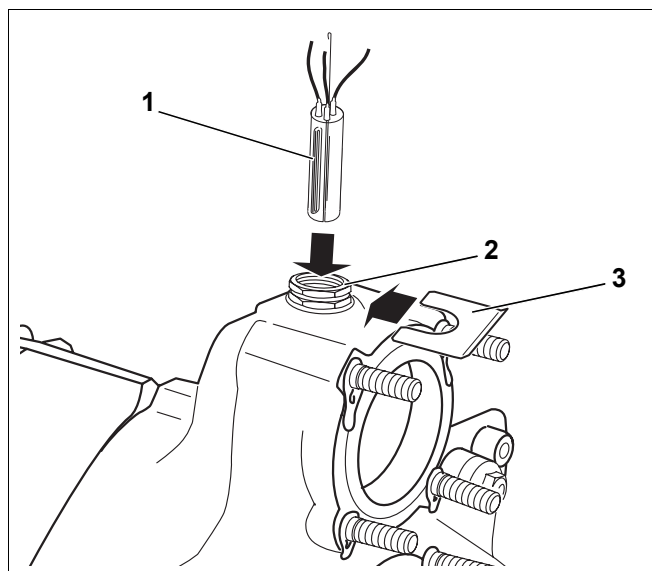

Bild 45 Montage – Fühlerbündel
Das am Regelgerät angeschlossene Fühlerbündel (drei Fühler, ein Fühlerblindstück Bild 45, **Pos. 1**) wird in die Tauchhülse R $\frac{3}{4}$ " eingebaut.
- Kapillarrohrfühler zu der Messstelle des Kessels führen und dort die Fühler in die Tauchhülse (Bild 45, **Pos. 2**) einführen und mit der Fühlersicherung (Bild 45, **Pos. 3**) sichern.